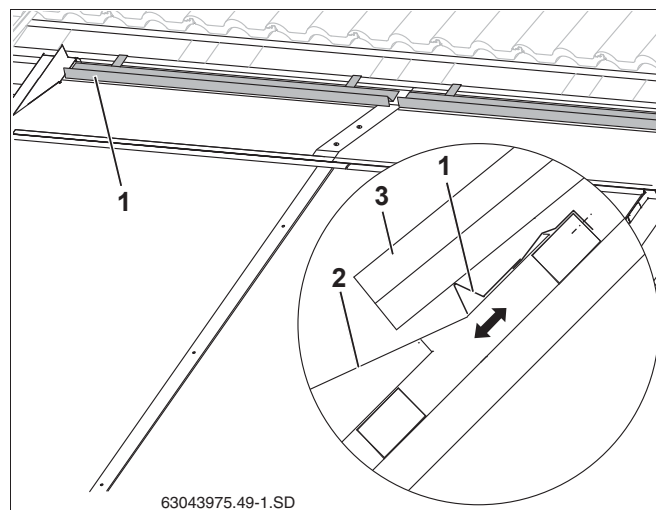

Рис. 60 Укладка и крепление опор для черепицы
- как можно дальше перекрыть накладной лист (рис. 60, **поз. 2**), при этом не касаясь его и
- ▶ Установите опору (рис. 60, **поз. 1**) в нужном положении и прикрепите к обрешетке.
- ▶ Положите обрезанные черепицы (рис. 60, **поз. 3**).